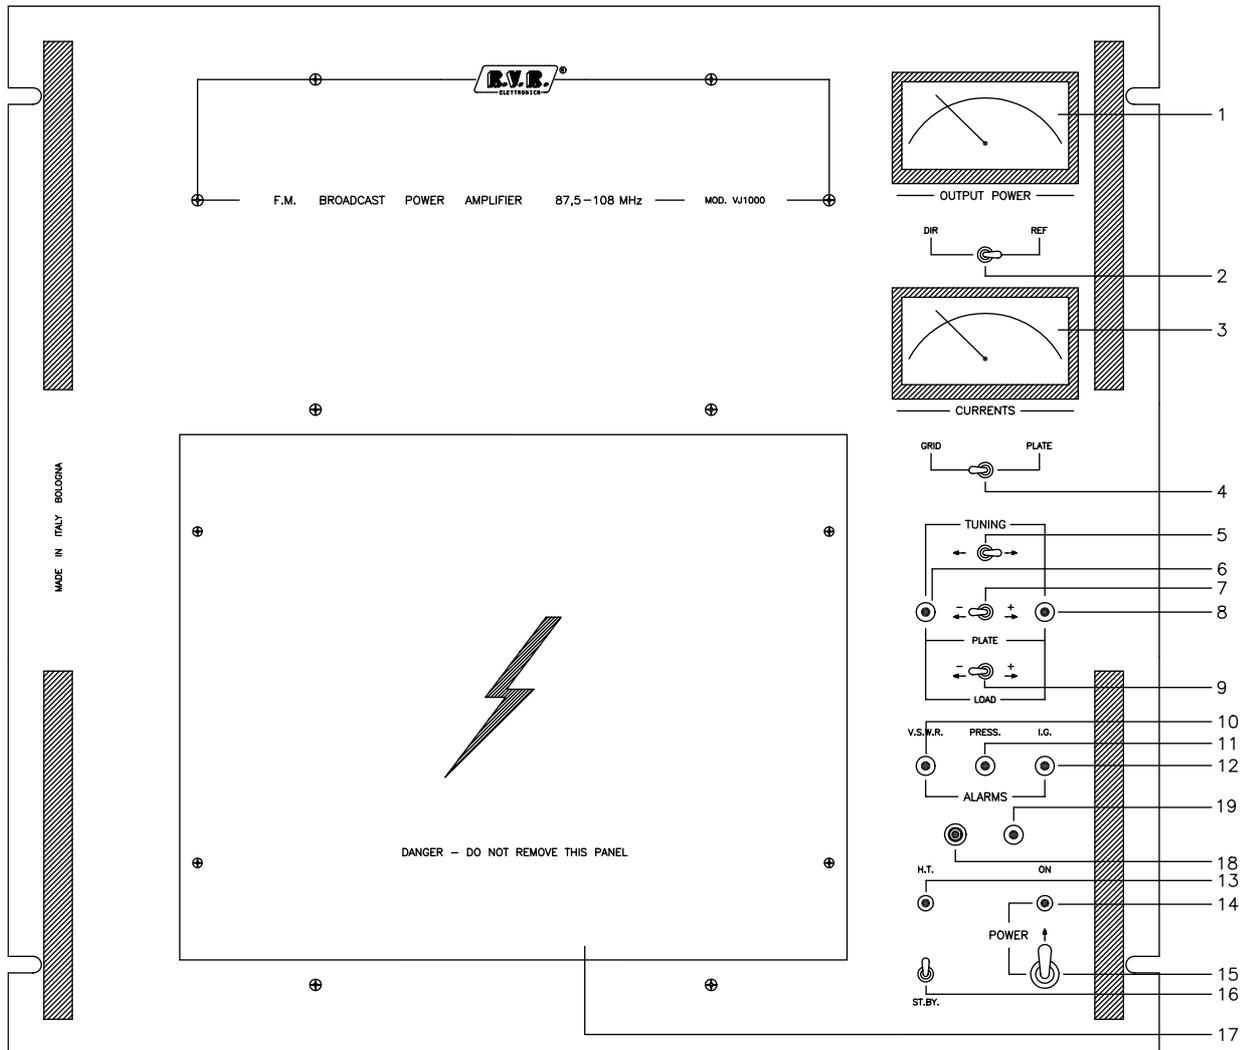

FIG. 1
(5 Fig.1), per la sintonia di placca (7 Fig.1) e per la sintonia del carico (9 Fig.1).
Sono poi presenti tre indicatori luminosi che segnalano allarmi: per eccesso di R.O.S. (10 Fig.1), per insufficienza di pressione nella turbina (11 Fig.1) e per eccesso di corrente di griglia (12 Fig.1).
Infine, sono presenti: l'indicatore che segnala se è inserita l'alta tensione (13 Fig.1), l'interruttore per inserire l'alta tensione o mettere la macchina in ST.BY. (15 Fig.1), l'interruttore e la relativa spia di accensione (14 e 16 Fig.1).
DESCRIZIONE DELLA VISTA DEL PANNELLO FRONTALE (FIG. 1)
- 1) Svitare le viti del pannello alta tensione anteriore (17 Fig.1) e aprirlo.